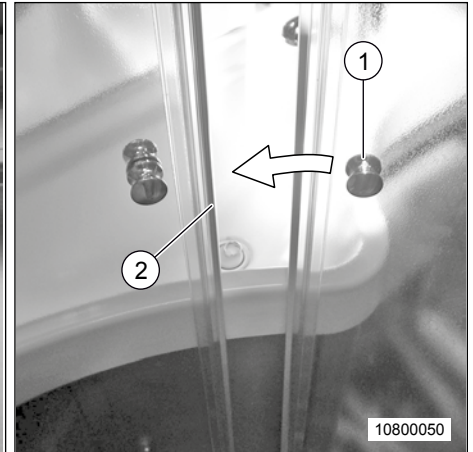

Fig. 109 Porte coulissante de la douche
2. Glisser la porte coulissante en la tenant au bouton (Fig. 109, pos. 1) jusqu'au rail de butée de l'élément pivotant (Fig. 109, pos. 2).